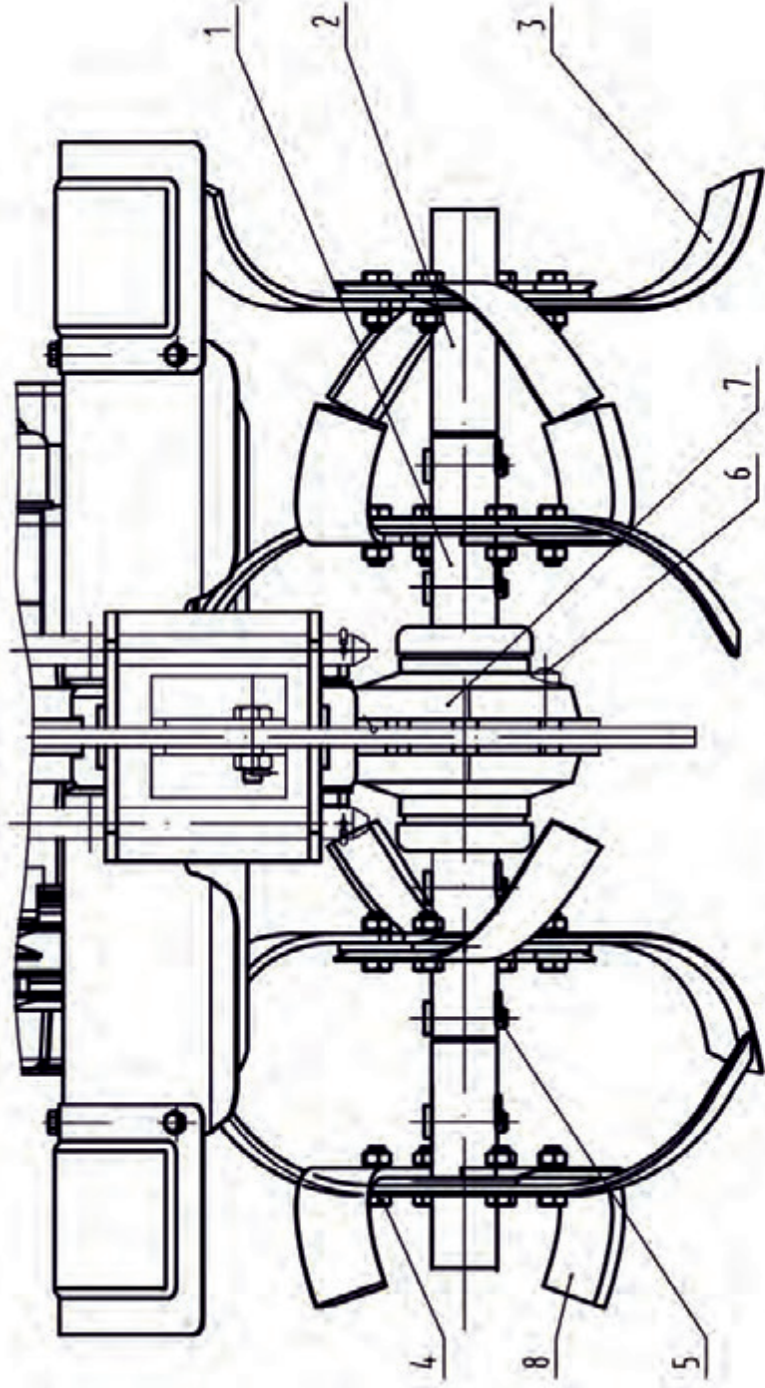

Рис. 6 Схема установки роторов (фрез)
- перевести рычаг переключения скоростей в положение «Задний ход» (R), затем отвернуть пробку на маслоналивном отверстии редуктора и вставить щуп в маслоналивное отверстие, пока горизонтальная часть ручки щупа не упрется в край отверстия;
- слив отработанного масла из редуктора производить через сливную пробку 6 (рис.6).